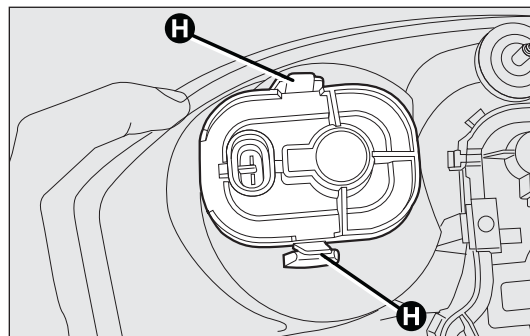

рис. 150
- для замены лампы задней противотуманной фары отсоедините пружинные зажимы H – рис. 150, удалите крышку и замените лампу (байонетное соединение);